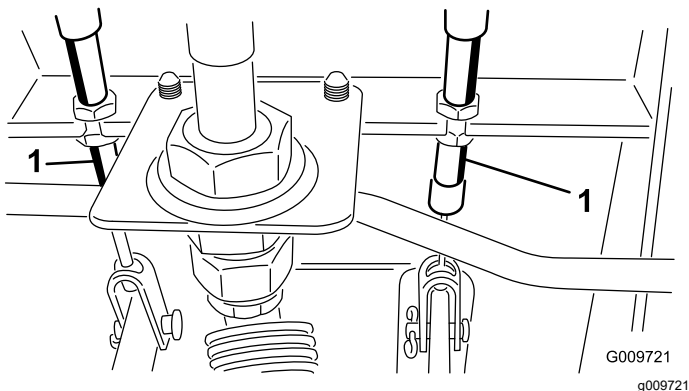

Figura 111
- A. Afloje la tuerca delantera del extremo roscado del cable de freno (**Figura 111**).